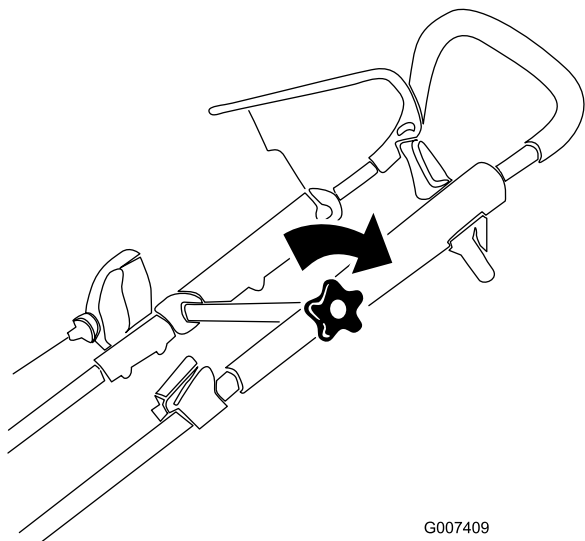

Figura 5
3. Mueva el manillar superior a la posición deseada y apriete firmemente el pomo del manillar superior (modelo 20996 solamente) (Figura 5).